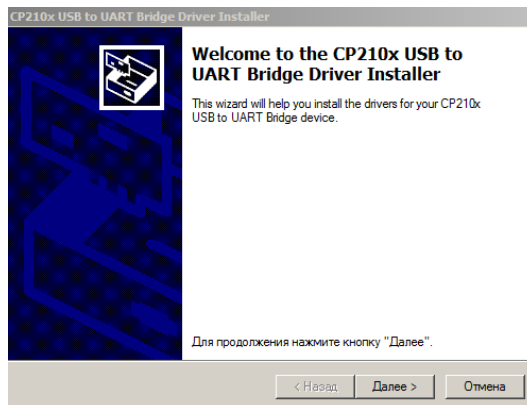

Рисунок 29 — Окно CP210x USB to UART Bridge Driver Installer
2) В окне CP210x USB to UART Bridge Driver Installer (см. рисунок 29) нажмите кнопку Далее > для продолжения установки.